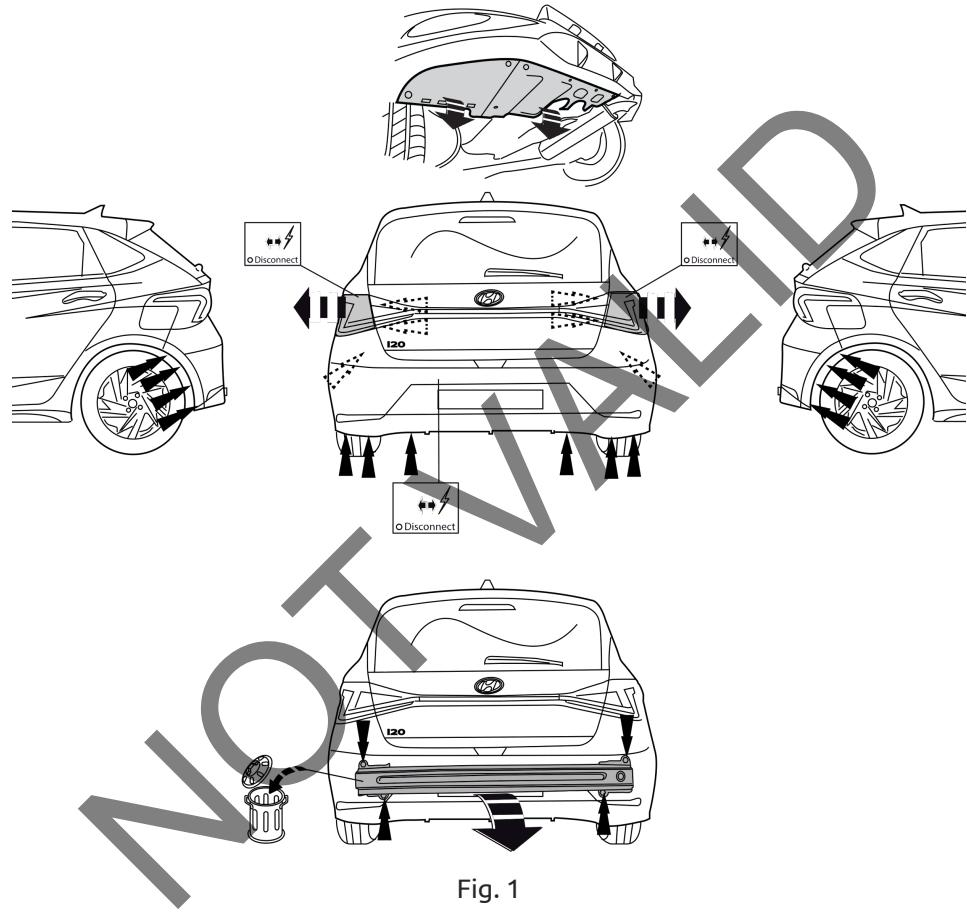

Fig. 1
- Снять оба блока задних фар. Снять пластмассовые защитные колпаки. Снять бампер вместе со буферным бруском автомобиля. См. рисунок 1.